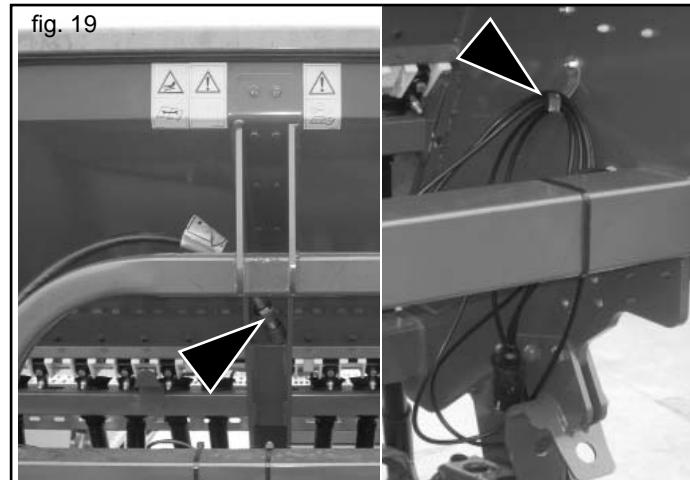

fig. 19
- 1) Sganciare tutti i collegamenti oleodinamici ed elettrici interessati (Fig. 19).